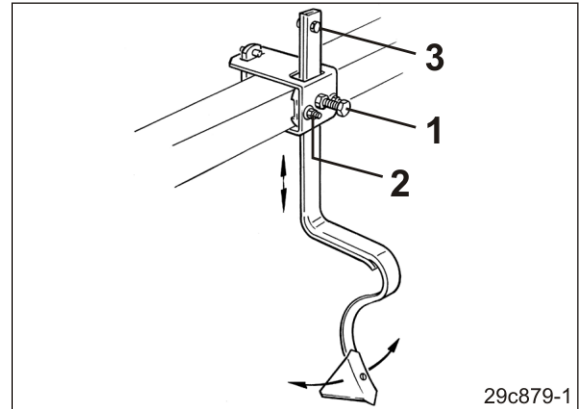

Рис. 185
- 1.1 Послабте контргайку і гвинт з шестигранною головкою (Рис. 185/1).
- 1.3 Відпустіть дві гайки (Рис. 185/2) поверніть розпушувач сліду колеса трактора.
Стопорний гвинт (Рис. 185/3) запобігає втраті розпушувача сліду колеса трактора в разі відгвинчування кріпильного гвинта.